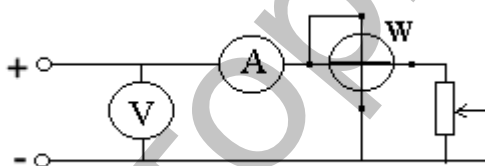

Рис. 1.
6. Соберите электрическую цепь по схеме рис. 1.